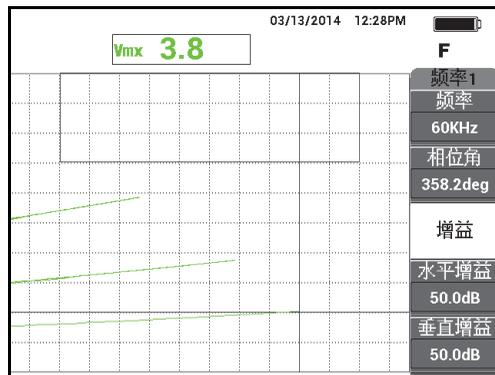

图 5-80 来自不同电导率样件的信号
8. 将探头先后放置在 17%、32% 和 45% 电导率样件上，然后，在完成后按冻结键 (❄) (参见第 172 页的图 5-80)。